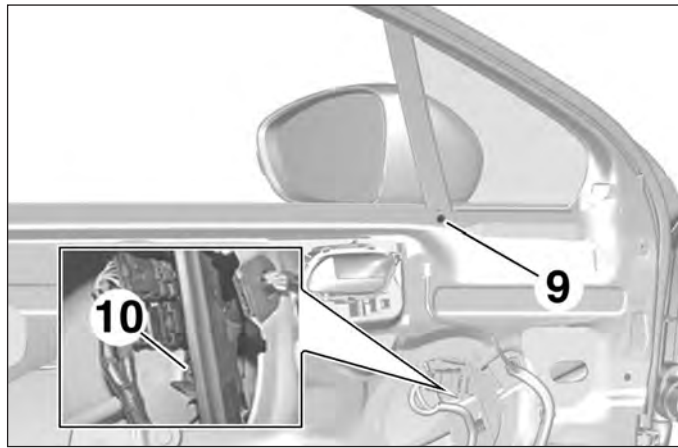
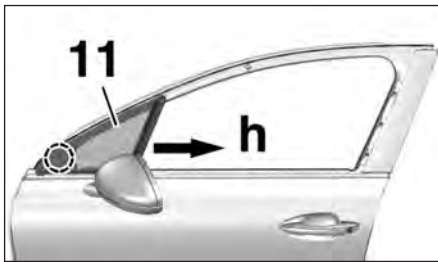

FIG.111
FIG.112
- le rivet (9) (Fig.111),
- la vis (10).
- Dégrafer la vitre fixe (11) en la tirant vers l'arrière suivant la flèche (h) (Fig.112).